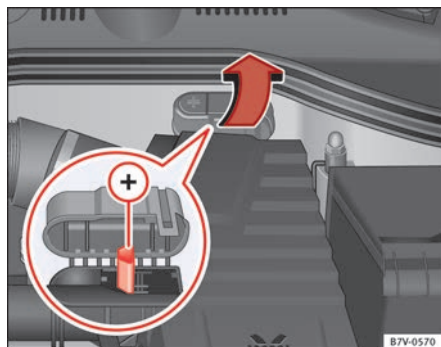

Fig. 215 En el vano motor: polo positivo de ayuda de arranque (+).
- Asimismo, abra la cubierta de la batería en el compartimento del motor ⇒ página 302, o bien retire a un lado el capuchón del polo positivo¹⁾, en el sentido de la flecha ⇒ fig. 215.
- Emborne un extremo del cable de emergencia *rojo* al polo positivo ⇒ fig. 216 (+) o ⇒ fig. 215 (+) del vehículo con la batería descargada (A) ⇒ ⚠.
- Emborne el otro extremo del cable de emergencia *rojo* al polo positivo (+) de la batería que suministra la corriente (B).